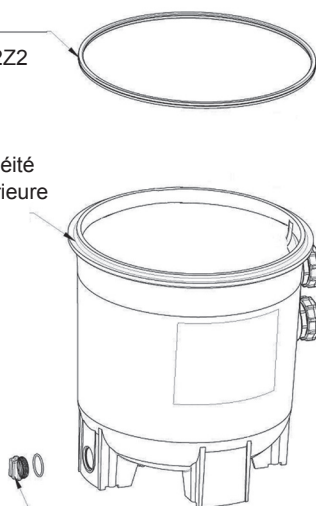
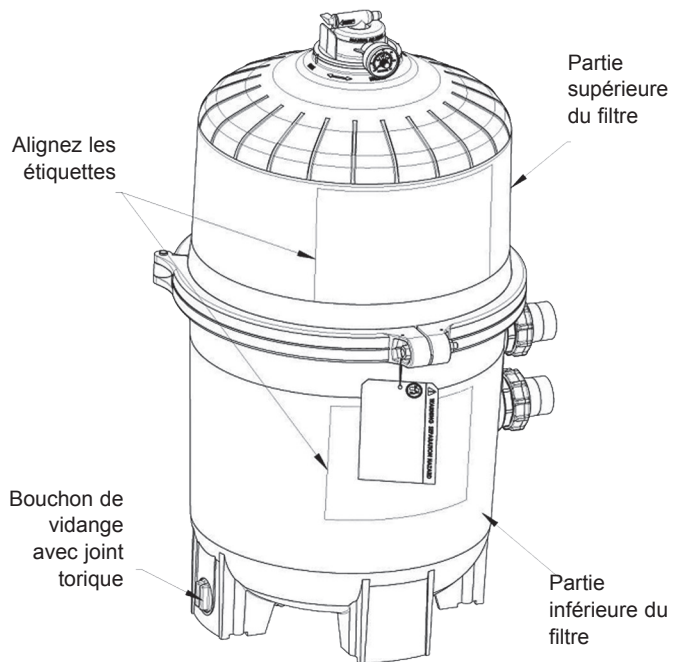

Figure 4
Figure 5
2. Vérifier que le bouchon de vidange soit bien fermé. Remarque : le bouchon du filtre doit être doté d'un joint torique. (Cf. Fig. 4)
- Retirez le bouchon de vidange du filtre (FIG. 4) et vidangez l'eau du filtre.
2. Avec un chiffon propre, essuyez la surface d'étanchéité de la partie inférieure du filtre. (Fig. 4) N'utilisez pas de produit solvant.
1. Placez le joint armé en métal sur la partie inférieure du filtre (Fig. 4). Placez la partie supérieure du filtre sur le joint armé en métal Hayward DEX2422Z2 et sur la partie inférieure du filtre dans une position dans laquelle l'ensemble des étiquettes d'utilisation et de sécurité sont clairement visibles et la partie supérieure est parfaitement centrée par rapport à la partie inférieure du filtre. (FIG. 5)
2. Remplacez le collier de serrage autour du filtre. Tenez les extrémités du collier de serrage de manière à les positionner à côté des étiquettes d'utilisation et de sécurité du filtre. (Fig. 5.)